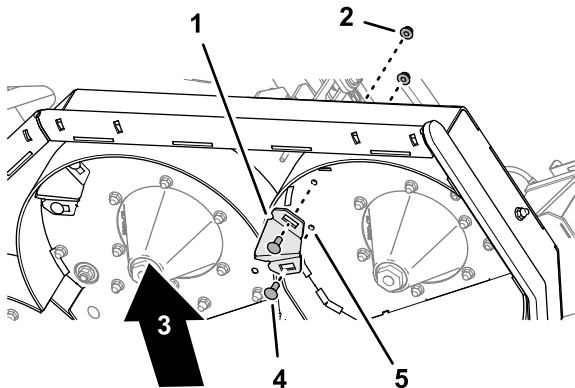

Figura 36
1. Sul fondo del lato sinistro del piatto di taglio, rimuovete i 2 bulloni a testa tonda ($\frac{3}{8}$ " x 1") e i 2 dadi di bloccaggio flangiati ($\frac{3}{8}$ ") che fissano il raccordo dell'inserto al piatto di taglio e rimuovete il raccordo dell'inserto (Figura 36).